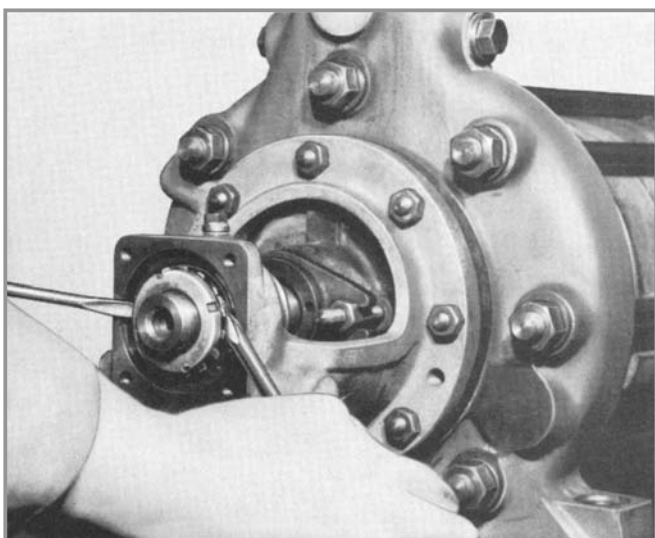

Fig. 33 - Extração conjunta da porca de mancal, chapa de segurança e luva de trava
06. Estando a luva de trava (52-4) liberada, com o uso de 2 chaves de fenda apoiadas na face do suporte de mancal, extrair conjuntamente porca de mancal, chapa de segurança e luva de trava (vide Fig. 33).